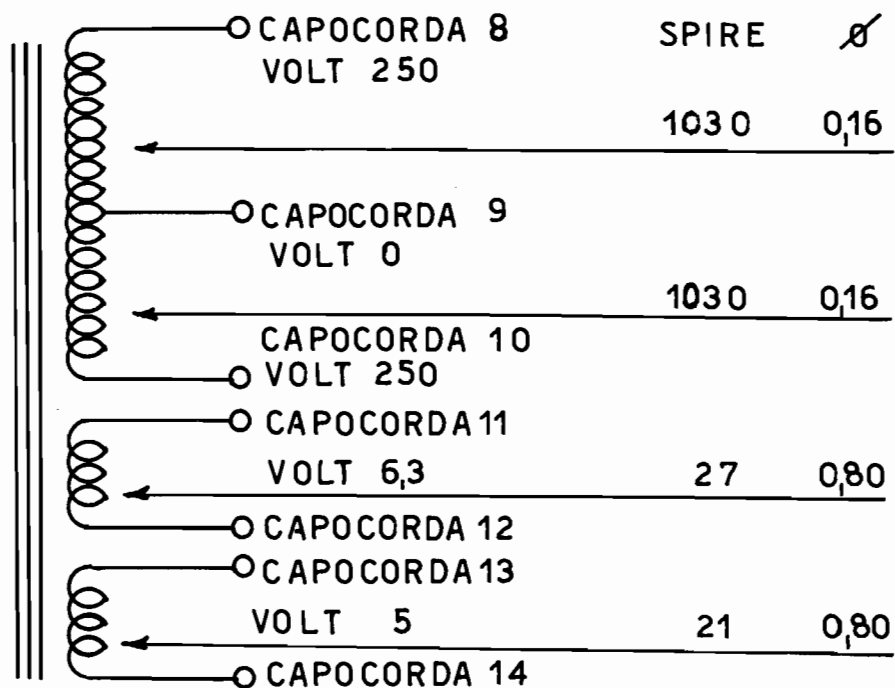

Fig. 1
- c) avvolgimento B.T. - 5 Volt/2 A (fig. 1).